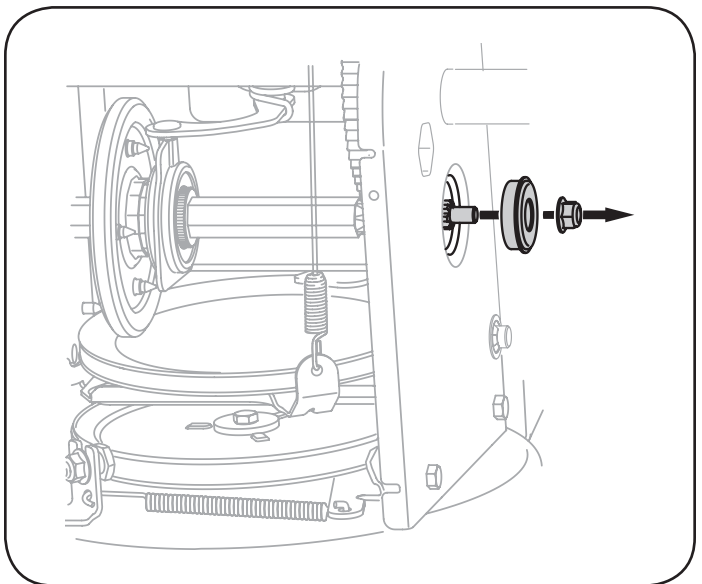

Figura 34
6. Retire con cuidado la tuerca hexagonal y la arandela que sujetan el eje hexagonal al marco de la máquina quitanieve, y golpee suavemente el extremo del eje para desplazar el cojinete de bolas del lado derecho del marco. Vea la Figura 34.